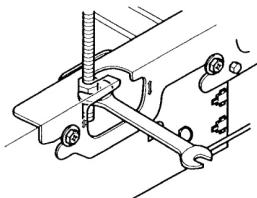

Рис. 8
- Отрегулируйте высоту, поворачивая гайку гаечным ключом. Вставьте гаечный ключ в полость подвесного кронштейна (см. Рис.8).